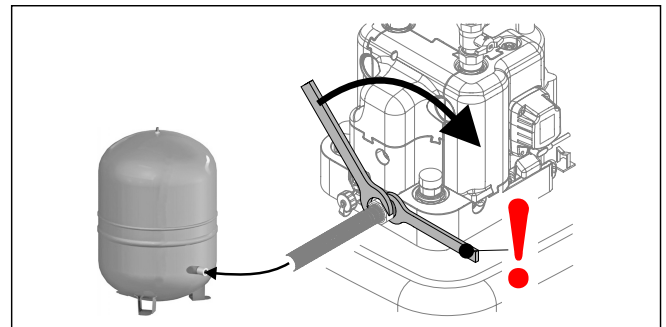

Fig. 3-33 Montage du vase d'expansion à membrane
- 7 Raccorder un vase d'expansion à membrane (voir Fig. 3-33)